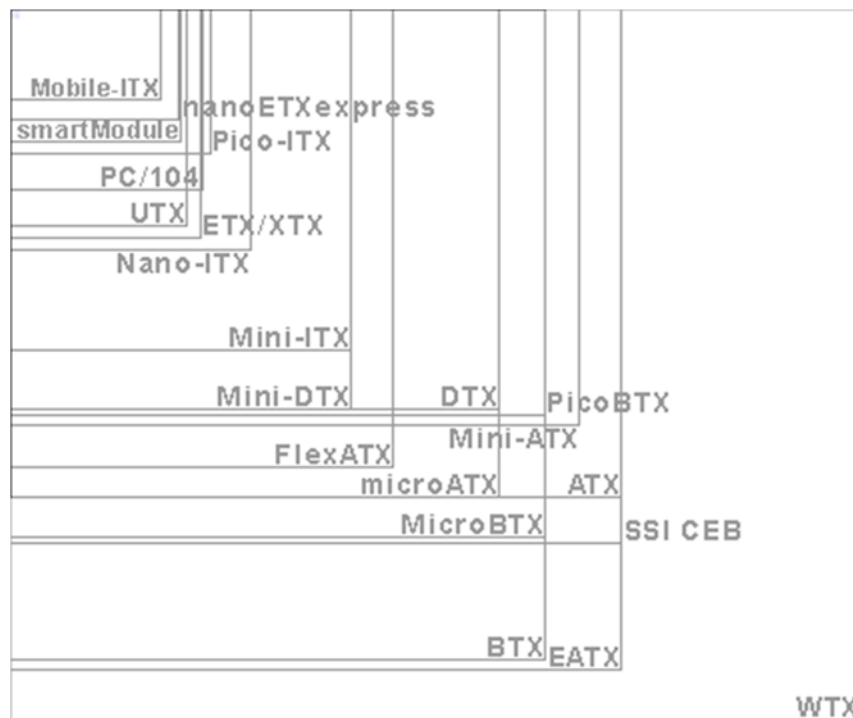

Рис. 2.4 – Компьютерные форм-факторы в масштабе от меньшего к большему
2.1.2 Форм-фактор системной платы [2]. Форм-фактор (от англ. *form factor*) – стандарт, задающий габаритные размеры технического изделия, а также описывающий дополнительные совокупности его технических параметров, например форму, типы дополнительных элементов размещаемых в/на устройстве, их положение и ориентацию (табл. 2.1, рис. 2.4–2.5).